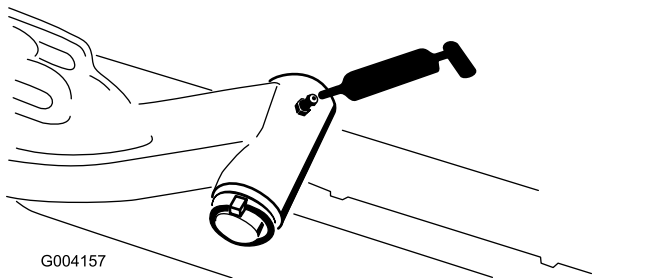

Bild 50
- Hubarmgelenkwelle (1 Stück) (Bild 50)